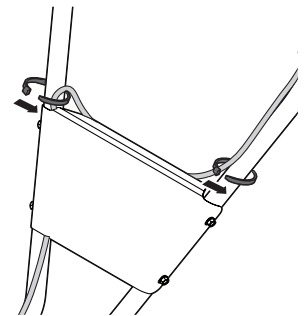

Figure 9
- Faites passer le fil sur le guidon supérieur, ensuite derrière le panneau du guidon, et fixez-le à droite du guidon avec les câbles d'embrayage dans le coin supérieur droit du panneau. Voir la Figure 9.